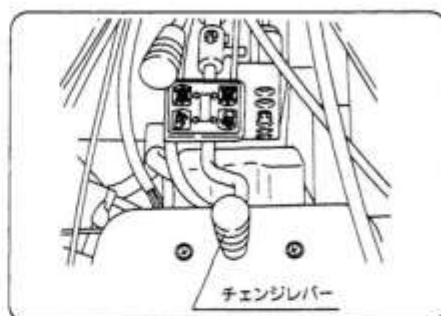

図16
- ① 低速の「前進後進」(低速)のチェンジの切換は主クラッチを切らなくても切換操作が出来ます。(図16)